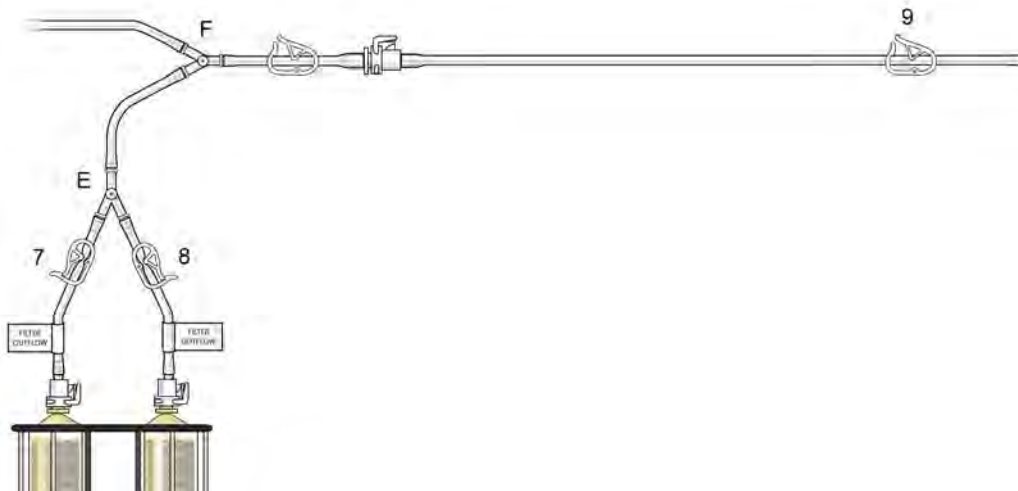

Abbildung 10
- (i) Nehmen Sie den „Vorfüll-/Spülschlauch“ aus dem sterilen Beutel, und schließen Sie ihn wie in Abbildung 10 gezeigt an das Schnellverbindungsstück an, das sich proximal zu Y-Anschluss „F“ befindet. Platzieren Sie das offene Ende des „Vorfüll-/Spülschlauchs“ in die Schale zum Sammeln der ausfließenden Flüssigkeit während der Filterhydratation.